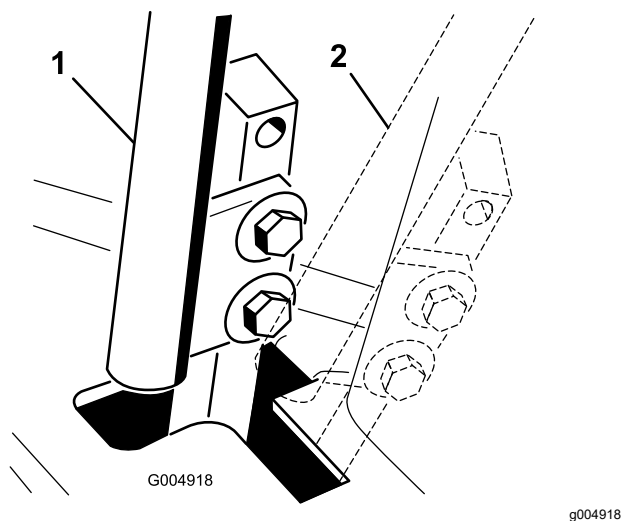

図 51
4. コントロールレバーをニュートラル位置にする **ロック位置にはしない** 図 51。
6. コントロールレバーと、コンソールのノッチとの位置関係を見る 図 51。